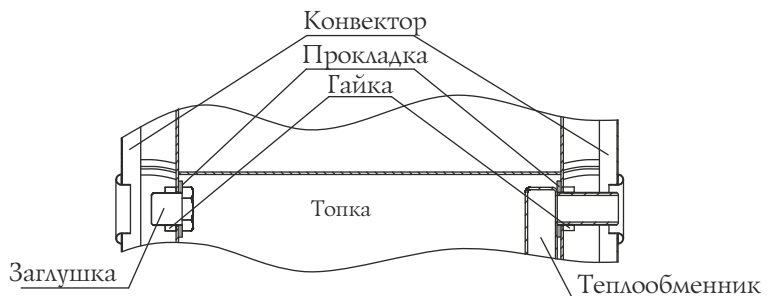

Рисунок 12. Демонтаж теплообменника.
3. Снять теплообменник (рисунок 12) отвернув гайки 2 шт. и вынув его из отверстий, прокладки остаются на штуцерах;